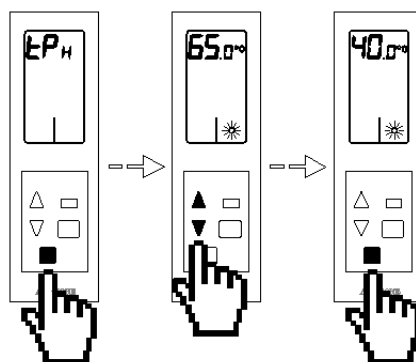

Fig. 101
- Temperatura da Caldeira tPA:** Esta opção só está disponível com AZXCCP. Permite definir a temperatura de corte da caldeira para sua proteção. Por defeito, o sistema tem como temperatura de corte 55° . Se deseja alterar estes valores, toque no botão de confirmação ☐, o valor do menu ficará a piscar, indicando que está dentro do menu. Se deseja sair do menu, toque no botão sair ☐ para voltar ao menu anterior. O sistema permite alterar a temperatura entre os valores 40° e 55° . Selecione a opção desejada com as setas de seleção Δ / ∇ e toque no botão de confirmação ☐. (Fig. 101)